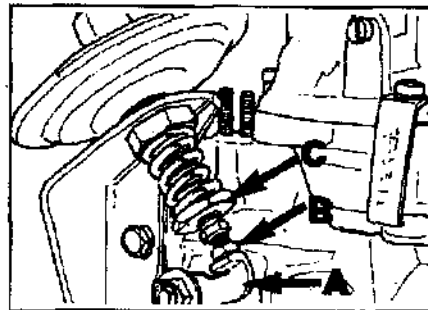

Рис.5 Регулировка демпфера дроссельной заслонки.
- При необходимости регулировки, вращают регулировочный винт (В) на конце стержня диафрагмы (Рис.5).